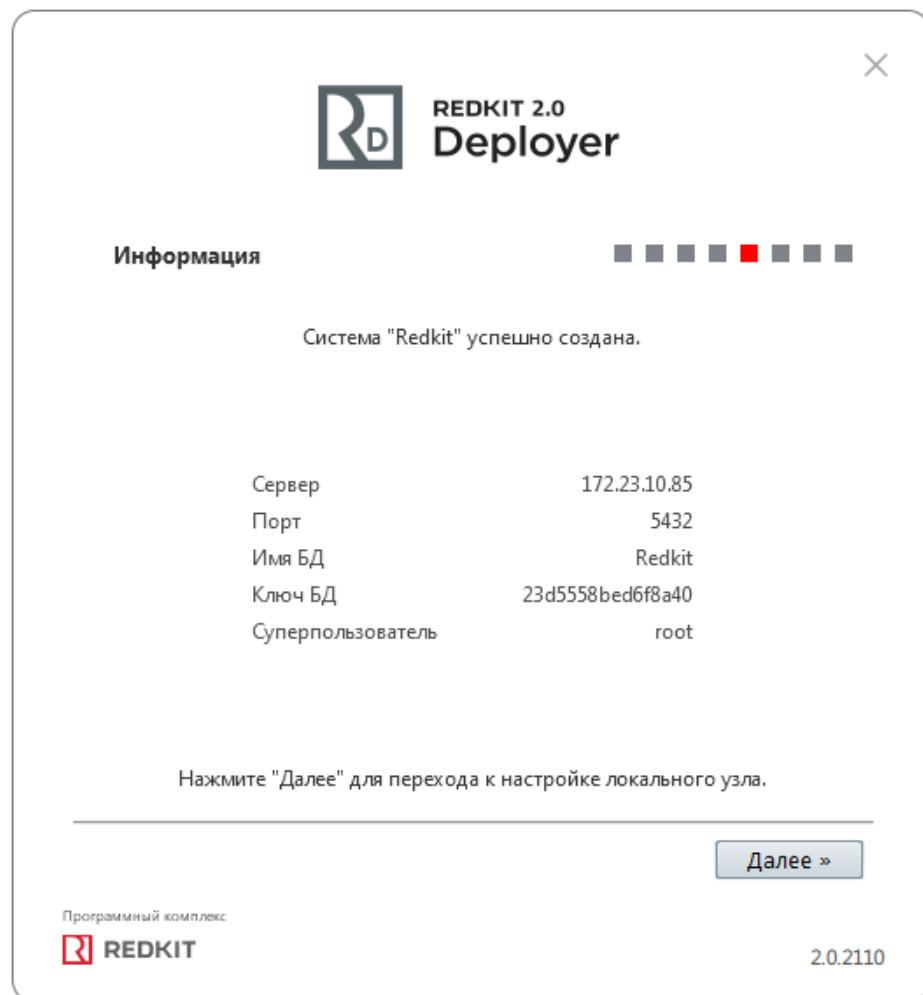

Рисунок 28 - Информация
13. Ознакомьтесь с информацией о созданной системе и нажмите "Далее" (Рисунок 28).